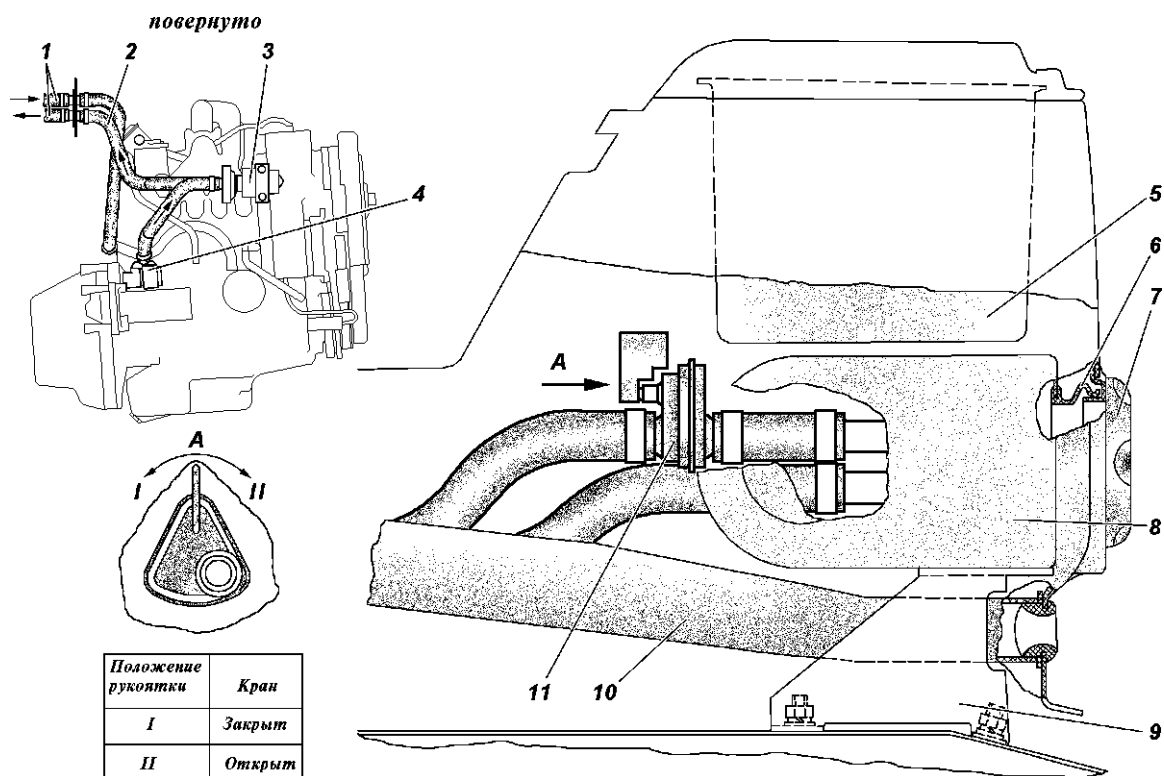

Рис. 15.2. Дополнительный отопитель:
-откройте кран 11 (рис. 15.2) дополнительного отопителя, расположенный внутри напольного контейнера, предварительно вынув корпус 5 вещевого ящика;